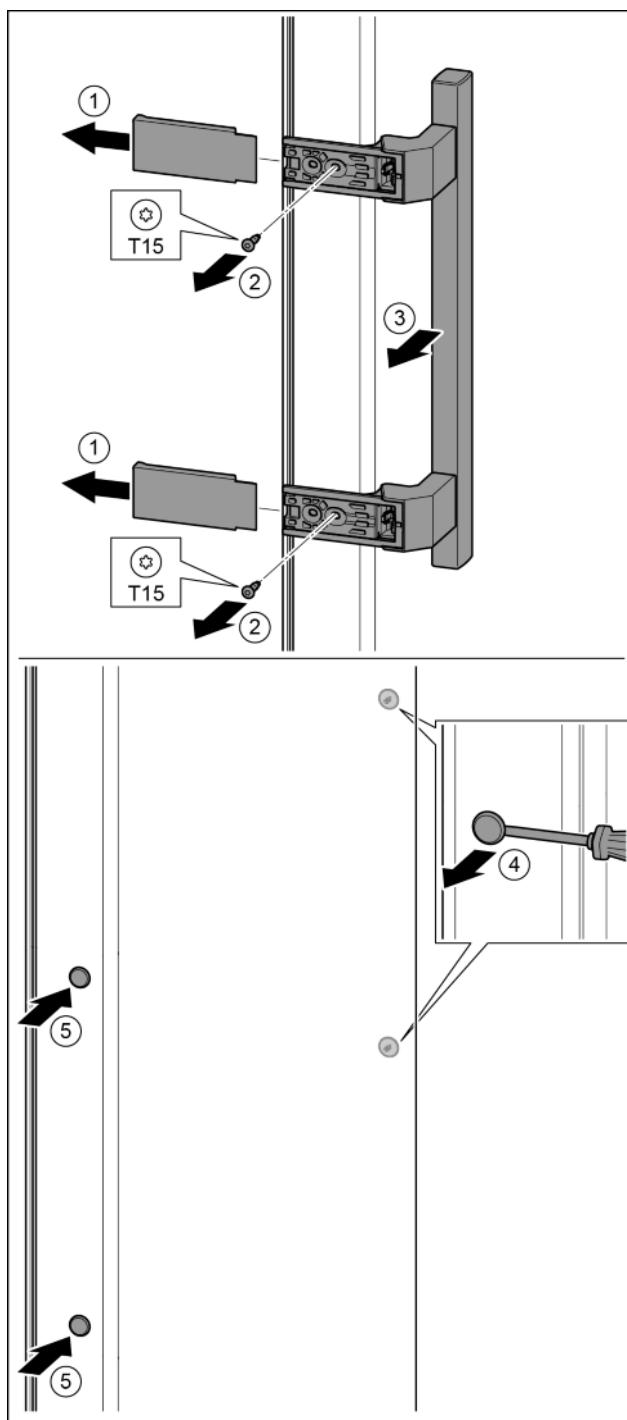

Fig. 33
- Stáhněte kryt. Fig. 33 (1)
- Šroubovákem T15 vyšroubujte šrouby. Fig. 33 (2)
- Sejměte madlo. Fig. 33 (3)
- Postranní zátku opatrně plochým šroubovákem nadzvedněte a vytáhněte. Fig. 33 (4)
- Zátku opět vložte na druhé straně. Fig. 33 (5)